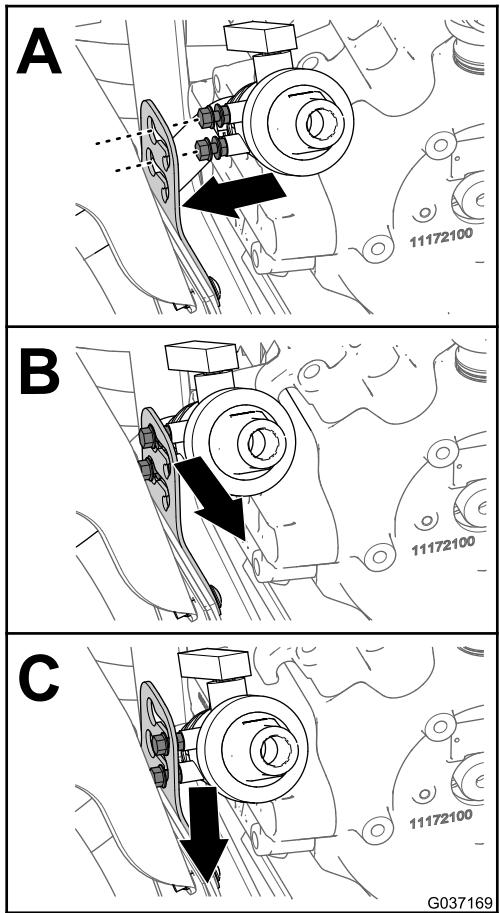

Figure 16
4. Alignez les contre-écrous du robinet de vidange et les fentes en trou de serrure du support du robinet de vidange (A de la Figure 16).
5. Déplacez le robinet de vidange vers l'extérieur pour le fixer à son support (B et C de la Figure 16).